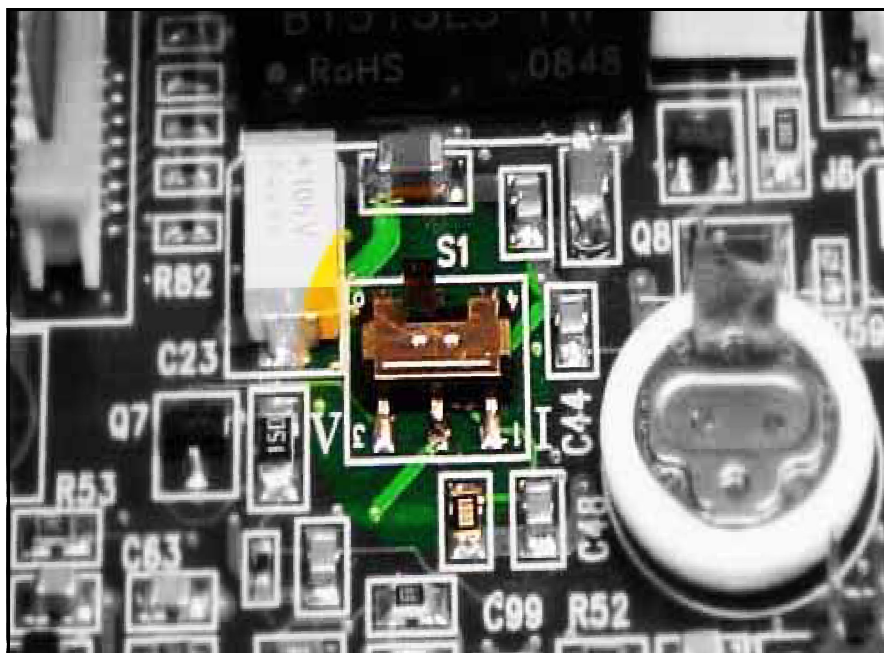

Figura 8: Selettore S1 sulla scheda a circuito stampato principale
Per controllare o resettare il selettore **S1** attenersi alla seguente procedura (vedere Figura 8 a pagina 5).
4. Localizzare il selettore **S1** (vedere Figura 8, area evidenziata).